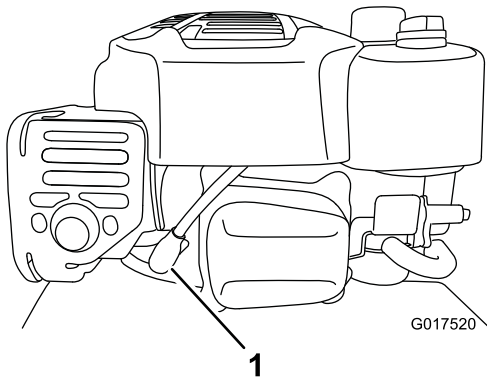

Figure 29
2. Débranchez la bougie (Figure 29).